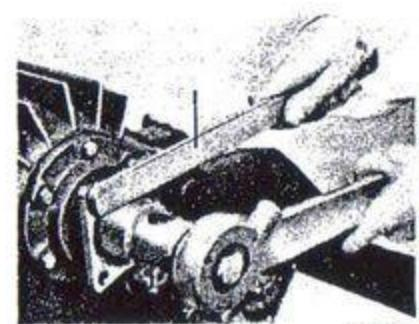

Bild 68. Medbringaren tas isär.
4. Håll medbringaren på ingående axeln med tappnyckel SVO 2351 (bild 68). Lossa muttern och dra av medbringaren med avdragare SVO 2308. Pressa ur axeln. Lossa locket och ta bort kullagret.